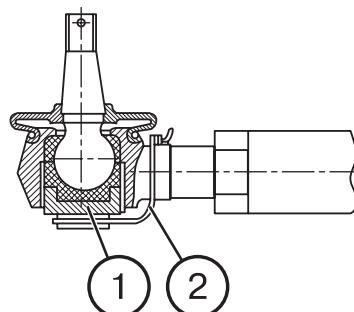

Рис. 58.
- отсоедините контровочную проволоку (2) (рис. 58) от наконечника (3);
- заверните гаечным ключом пробку (1) так, чтобы устраниТЬ зазор в шарнирном соединении;